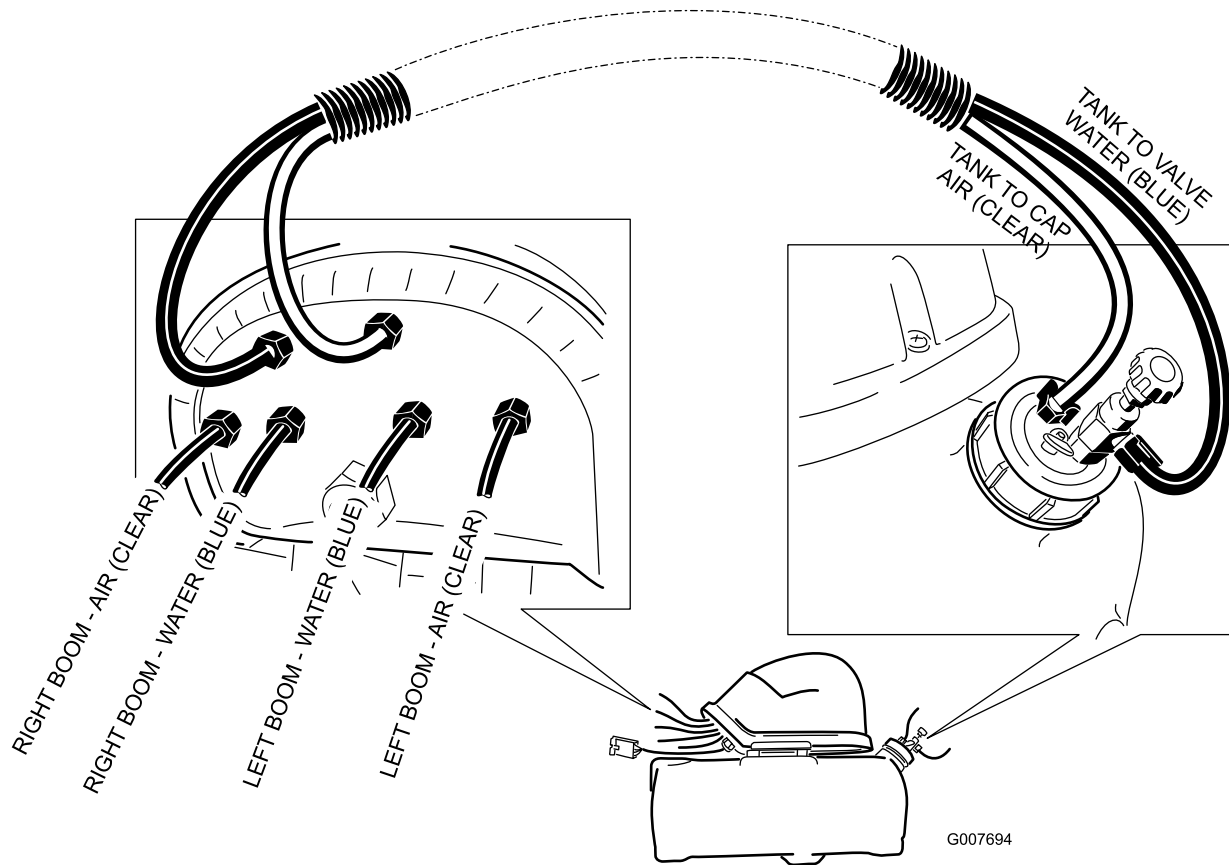

Рисунок 17
3. Окончательная разводка шлангов показана на Рисунок 17.